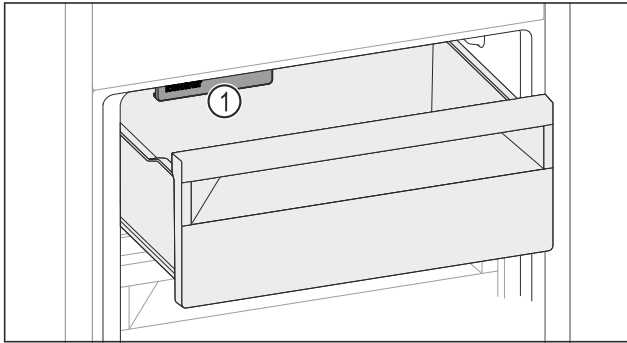

Fig. 255
- Tenez compte de l'IceMaker Fig. 255 (1).